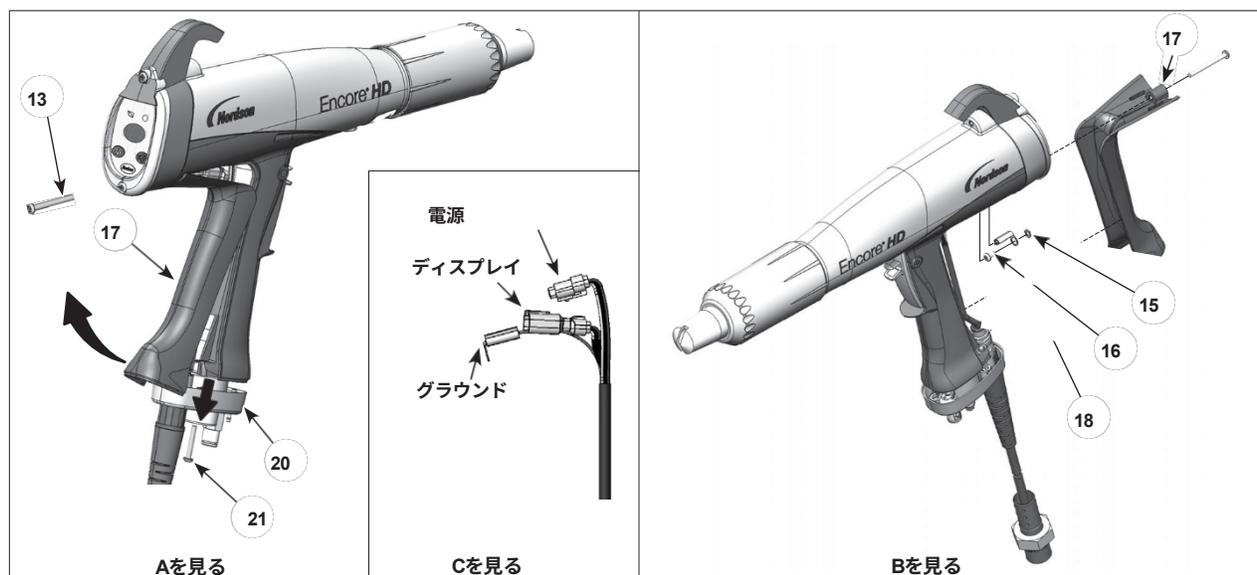

図 16 ケーブルの交換
6. 図 16、図 B を参照してください。接地パッドから M3 x 8 ネジ、ロックワッシャー (16, 15)、接地端子を取り外します。
7. 保持リング (18) をケーブルから取り外します。
1. 図16をご参照ください。新しいケーブルをハンドル・ベースに通し、固定リング (18) をケーブルに取り付けて固定します。
3. M3 x 6 ネジとロックワッシャー (16, 15) を使用して、ケーブル端子を接地パッド (17) に接続します。
7. ディスプレイモジュールの底部に M3 x 35 ネジ (13) を再度取り付けます。